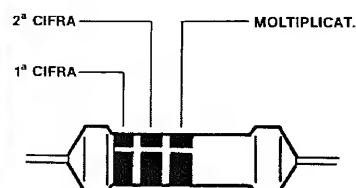

Fig.1 Codice da utilizzare per le resistenze con 3 fasce di colore.
**1 = Calcolare** la caduta di tensione ai capi di una resistenza da **2.200 ohm** attraverso la quale scorre una corrente di **10 milliAmper** (vedi fig. 1).